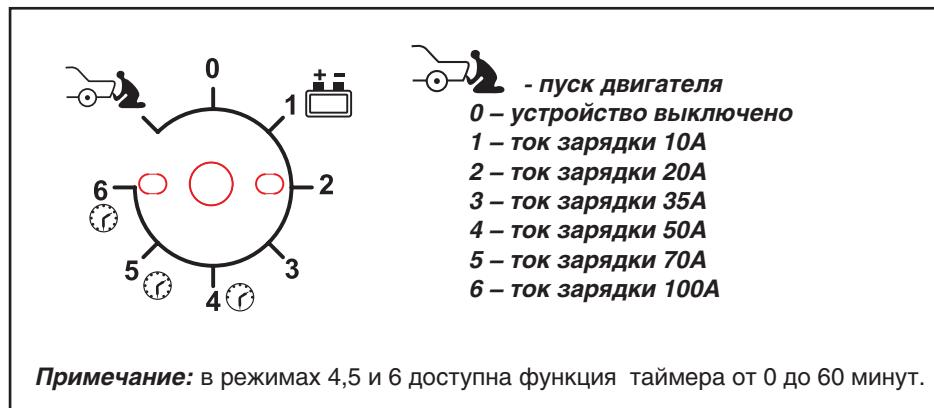

Рис. 2
- 3) Переключатель 6 (рис. 1) установите в режим зарядки и выберите необходимый ток зарядки (см. рис. 2 и 3) положение «зарядка»